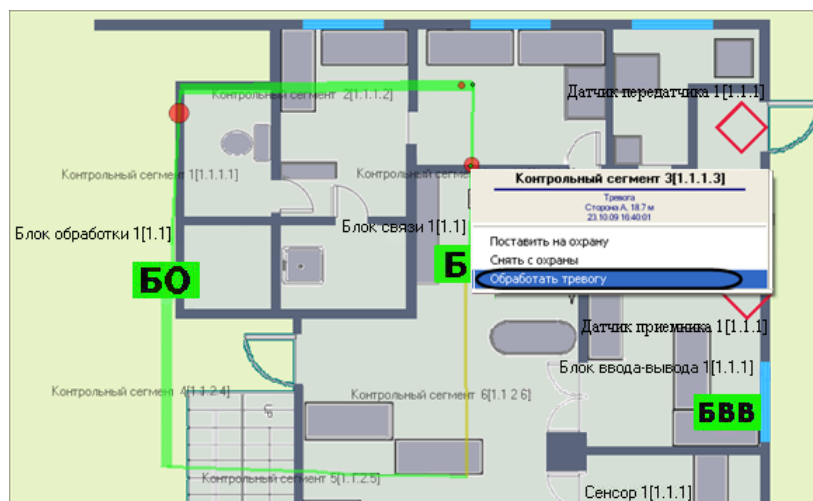

Рис. 3.2-2. Обработка тревожного события
1. Щелкнуть правой кнопкой мыши по месту возникновения тревоги (Рис. 3.2-2).
2. В появившемся контекстном меню выбрать пункт **Обработать тревогу** (см. Рис. 3.2-2).